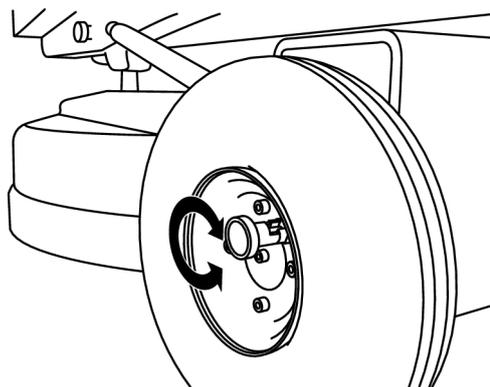

Figura 4-4. Girare di 90°
2. Girare la coppia di 90° e rilasciarla per bloccarla, vedere Figura 4-4, pagina 18.